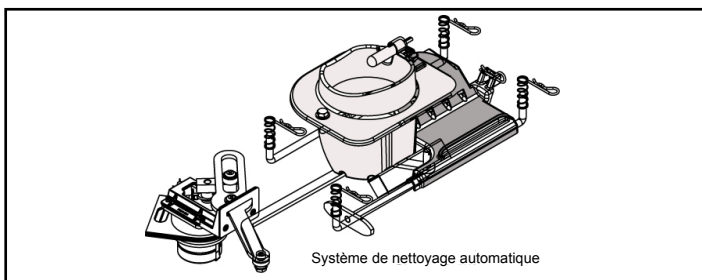

Figure 22.1
- b. Ouvrez la porte de la boîte à feu. Inspectez les ressorts de nettoyage automatique : **FIG. 22.1**